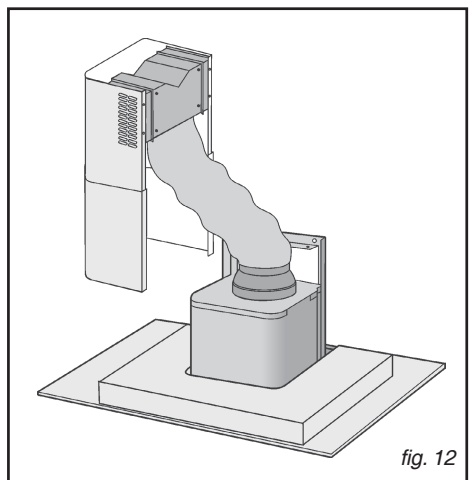

fig. 12
- Den Schlauch an das auf der Luftaustrittsöffnung befindliche Reduzierstück anschließen (Abb. 12).